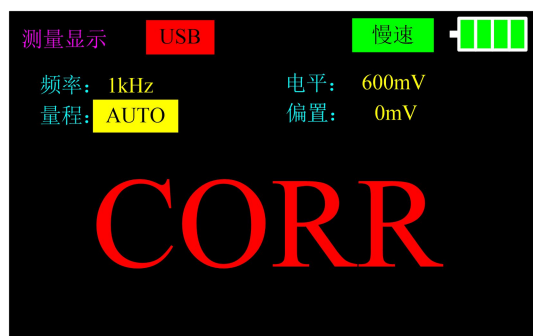

图11
1、进入校正功能之前，请确保测试两端处于开路或短路状态。长按[▲NULL]键进入校正界面，此时仪器自动识别是开路还是短路，如图11所示；